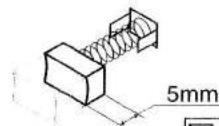

図 24
- カーボンブラシは作業時間100～150時間以上になった場合又は、カーボンブラシ長さが残り5mmまで摩耗した場合には新品と交換してください。(図24)